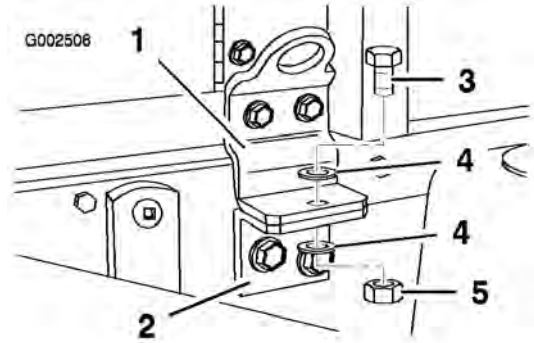

図 21
- 10. タンク台をフレームに固定する；ボルト (1/2 x 1-1/2 インチ)、ワッシャ2枚 (1/2 インチ)、ロック・ナット (1/2 インチ) を使用して図 21のように取り付ける。